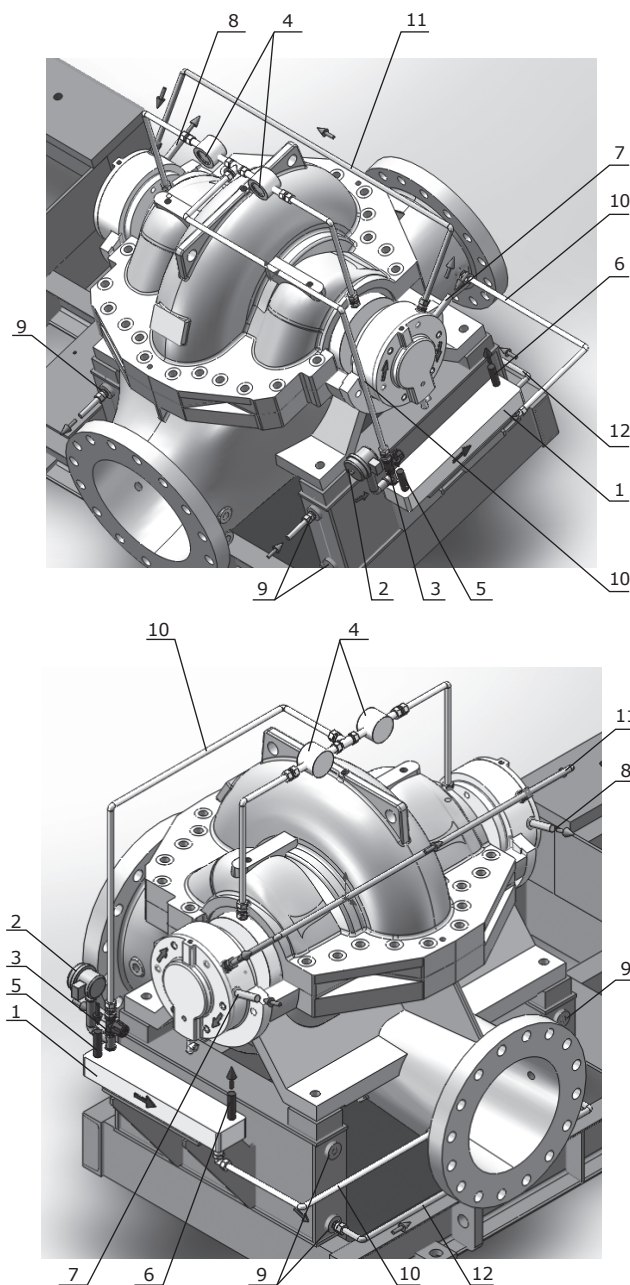

Рис. 21 Пример обвязки систем охлаждения насоса
1. Внешняя система охлаждения корпуса насоса с теплообменником. Теплообменник, датчик температуры, клапан для регулирования расхода, расходомеры, система трубопроводной обвязки (поз. 10 на рис. 21) входят в комплект поставки насоса. На теплообменнике расположены два патрубка Rp1/2, один для подвода охлаждающей воды к теплообменнику, один для отвода охлаждающей воды от теплообменника. Требуемое значение расхода и давления для системы указаны на рабочих чертежах, поставляемых вместе с насосом.
2. Внешняя система водяного охлаждения подшипников. Насос поставляется с четырьмя заглушенными патрубками (два патрубка справа, два патрубка слева) с присоединительной резьбой Rp3/8 (если в рабочих чертежах не указано иное). Стрелки на рис. 21 указывают направление потока воды. Трубопровод 11 на рис. 21 не входит в комплект поставки. Требуемое значение расхода и давления для системы указаны на рабочих чертежах, поставляемых вместе с насосом.
3. Внешняя система водяного охлаждения рамы-основания. Насос поставляется с восемью заглушенными патрубками (четыре патрубка спереди, четыре патрубка сзади) с присоединительной резьбой Rp1/2 (если в рабочих чертежах не указано иное). Стрелки на рис. 21 указывают направление потока воды. Трубопровод 12 на рис. 21 не входит в комплект поставки. Для подключения данной системы необходимо использовать два патрубка со стороны всасывающего фланца насоса, один в качестве входа охлаждающей воды, а другой в качестве выхода охлаждающей воды. Для обеспечения циркуляции охлаждающей воды соедините два патрубка со стороны напорного фланца насоса. Остальные, оставшиеся не задействованные, патрубки должны быть заглушены. Требуемое значение расхода и давления для системы указаны на рабочих чертежах, поставляемых вместе с насосом.